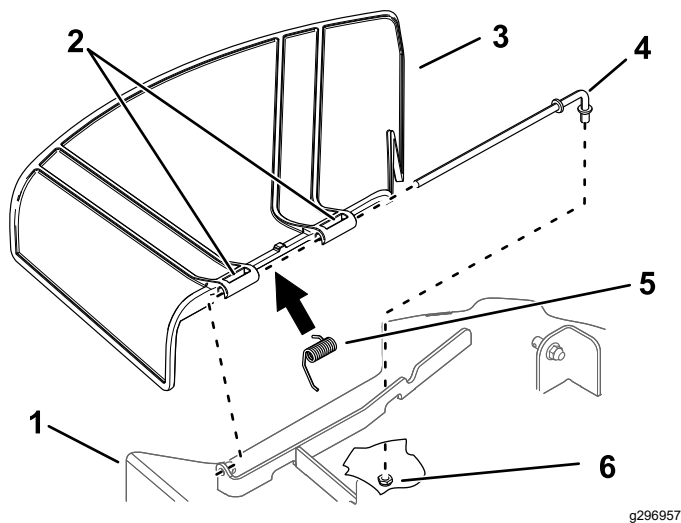

Figure 67
1. Retirez l'écrou ($\frac{3}{8}$ po) de la tige, sous le tablier de coupe (Figure 67).
2. Sortez la tige du support du tablier, du ressort et du déflecteur d'herbe (Figure 67).
4. Montez le nouveau déflecteur d'herbe (Figure 67).
7. Insérez la tige dans le second pivot du déflecteur d'herbe (Figure 67).
9. Fixez l'extrémité arrière de la tige dans le tablier de coupe à l'aide d'un écrou ($\frac{3}{8}$ po), comme montré à la Figure 67.